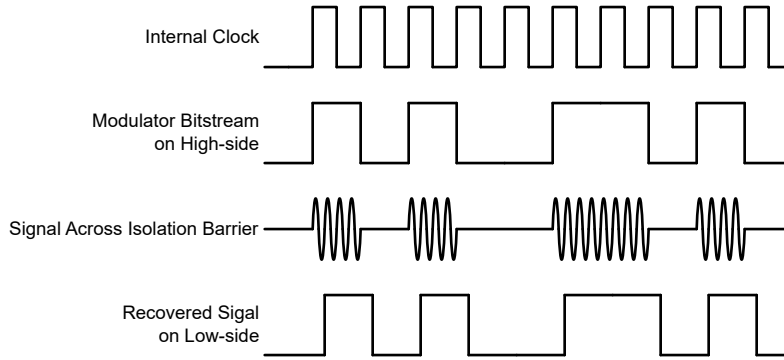

图 7-1. 基于 OOK 的调制方案
AMC0x30S-Q1 使用开关键控 (OOK) 调制方案 (如图 7-1 所示), 跨过基于 SiO₂ 的隔离栅来传输调制器输出比特流。功能方框图中所示的发送驱动器 (TX) 跨过隔离栅发送一个内部生成的高频载波来表示数字一, 而 TX 不发送信号则表示数字零。AMC0x30S-Q1 内使用的载波标称频率为 480MHz。